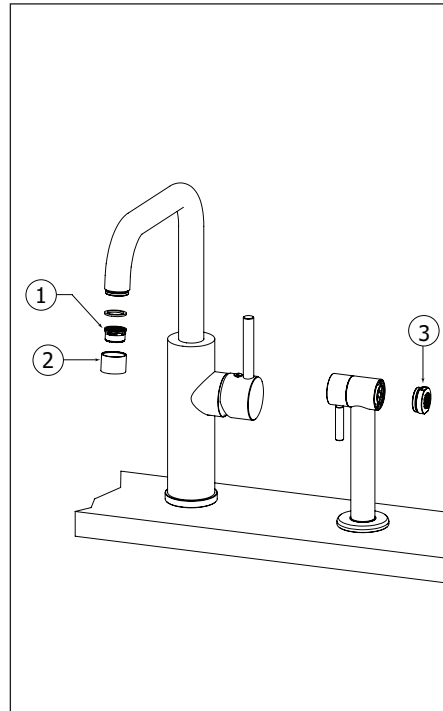

Fig.5
To clean the aerator (1), unscrew the aerator case (2). Extract the aerator and the washer from the aerator body (figure 5). You may need to soak the aerator in vinegar and water to remove calcium build-up. Once parts have been cleaned, reassemble by reversing steps.
Pour nettoyer l'aérateur (1), dévisser le boîtier de l'aérateur (2) du robinet. Retirez l'aérateur et la rondelle de caoutchouc du corps de l'aérateur (figure 5). Il se peut que vous deviez faire tremper l'aérateur dans un mélange de vinaigre et d'eau pour retirer le calcium qui pourrait s'y être accumulé. Une fois les pièces nettoyées, suivez inversement les étapes pour réassembler.